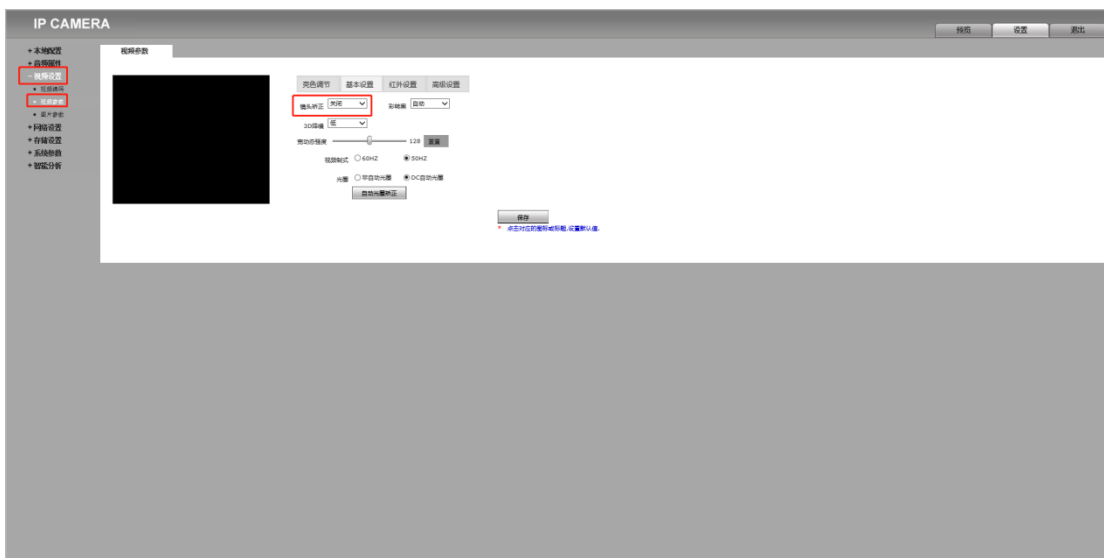

图 8
1. 通过 web 页面访问 IP，用户名：admin，密码：闸机套件设置的密码，视频设置里面视频参数的基本设置将镜头矫正关闭，如图 8。